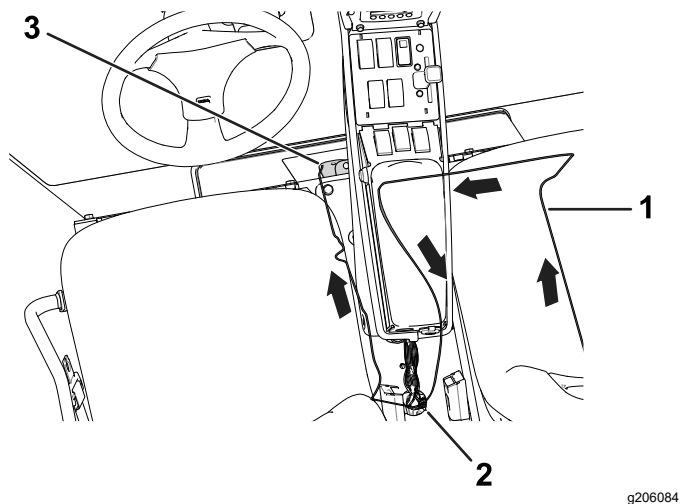
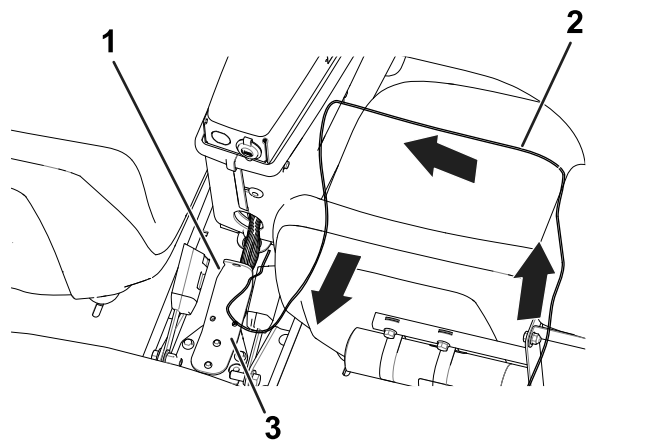

Figure 8
Figure 9
Acheminez le tube le long du faisceau de câblage existant et faites-le passer par l'ouverture dans la console (Figure 9).
Acheminez le tube le long du faisceau de câblage existant et faites-le passer par l'ouverture dans la console jusqu'à l'avant de la base du siège (Figure 8).
4. Fixez les tubes au faisceau de câblage existant avec des attache-câbles (Figure 9 ou Figure 8).